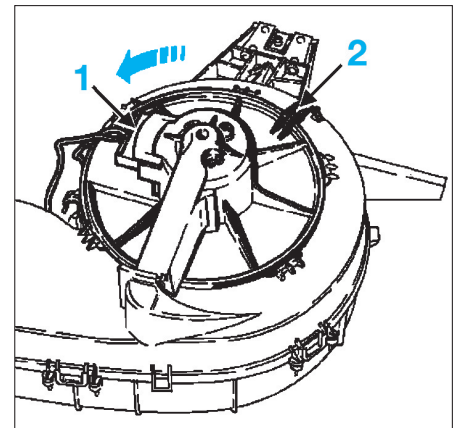

FIG. 10
- Débrancher le connecteur (1) du moteur de ventilateur (fig. 10).